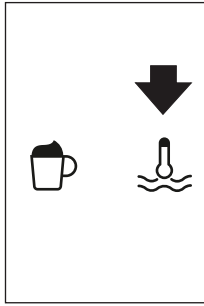

Fig. 27
- ▶ Pulse el icono Ⓡ (B13) (Fig. 27).